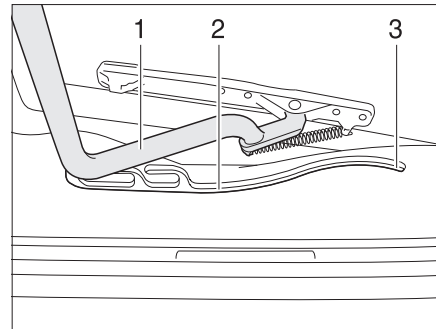

Fig. 48 Lanterneau Heki, glissière
- Tirer l'étrier (Fig. 48,1) dans les glissières (Fig. 48,2) jusque dans la position la plus reculée (Fig. 48,3).
- Pousser l'étrier (Fig. 48,1) légèrement vers le haut avec les deux mains.
- Tirer l'étrier dans les glissières (Fig. 48,2) jusqu'à la position souhaitée.